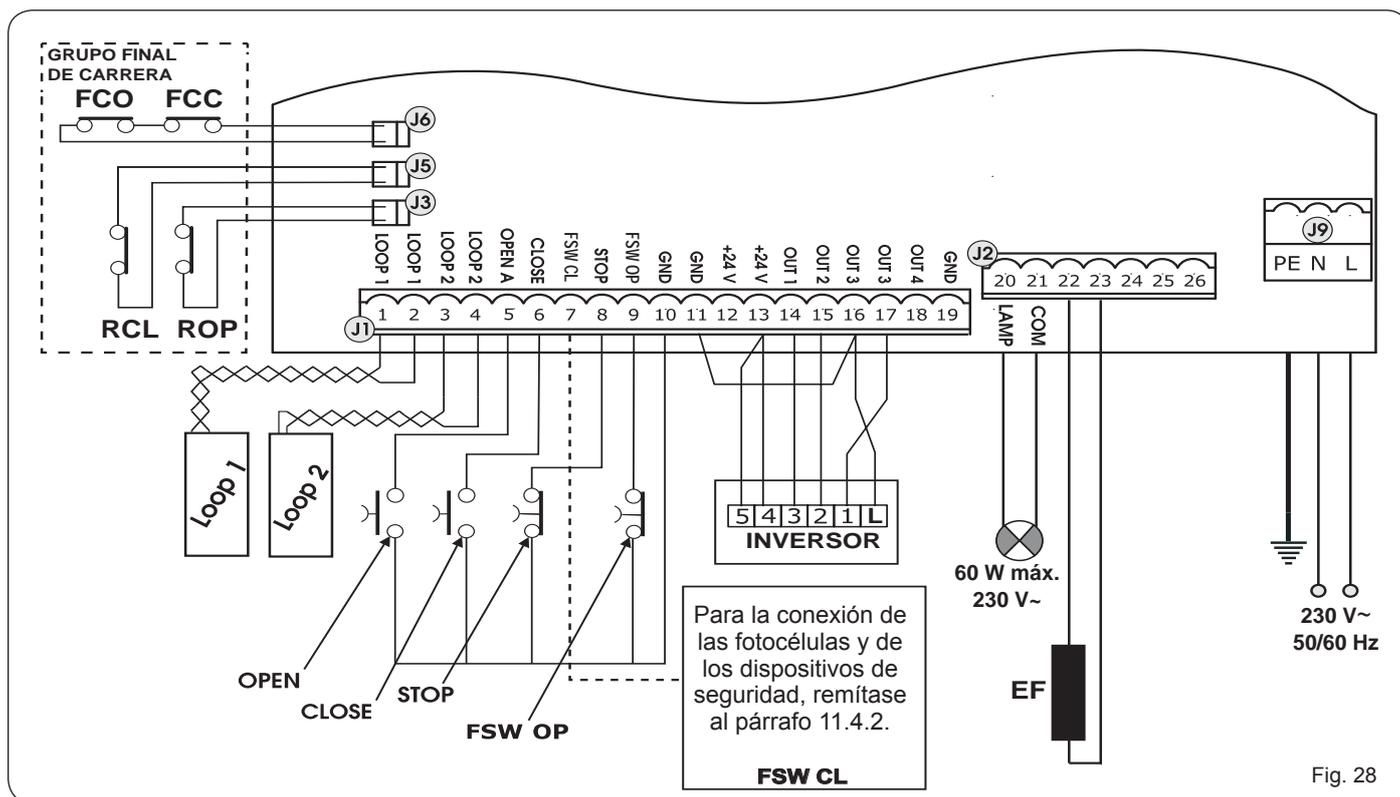

Fig. 28
- Conecte el cable de tierra al correspondiente borne previsto en el conector J9 del equipo (véase fig.28).
11.4.1 REGLETA DE BORNES J1 - ACCESORIOS (FIG. 28)
⚠ Para no perjudicar el correcto funcionamiento del sistema, no hay que superar la potencia indicada en la fig. 28.
11.4.4 REGLETA DE BORNES J2, DESTELLADOR (FIG.28)
11.4.6 CONECTORES J3, J5-Acoplamientorápido final decarrera EN APERTURA Y CIERRE (FIG. 28)